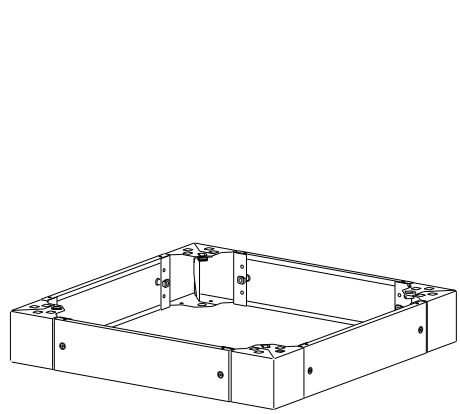

Рисунок 7
4.3.4 Повторите действия, указанные в 4.3.3, для каждой панели. Параллельные панели должны быть равной длины (Рисунок 7).